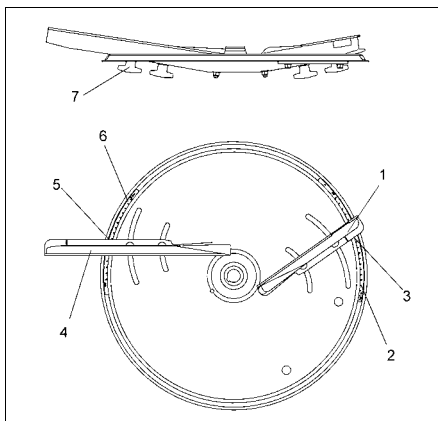

Fig. 22
Begge Fløjmotorikken (Fig. 22/7) under spredeskiven løsnes.
- Aflæsningskanten (Fig. 22/3) på den korte skovl (Fig. 22/1) stilles på værdien „70“ på skalaen (Fig. 22/2) og fløjmotorikken spændes fast igen.
- Markeringskanten (Fig. 22/5) på den lange skovl (Fig. 22/4) stilles på værdien „90“ på skalaen (Fig. 22/6) og fløjmotorikken spændes fast igen.